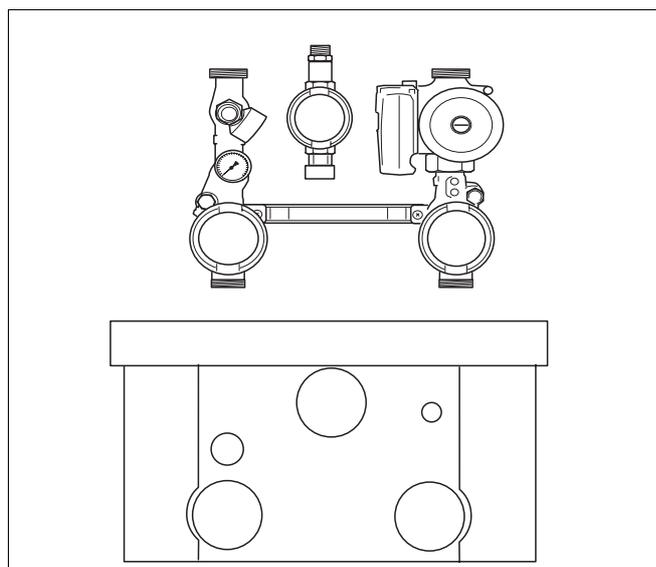

Fig. 11 Gruppo di collegamento (accessorio)
- con il supporto di un gruppo di collegamento (fig. 11) (accessorio).